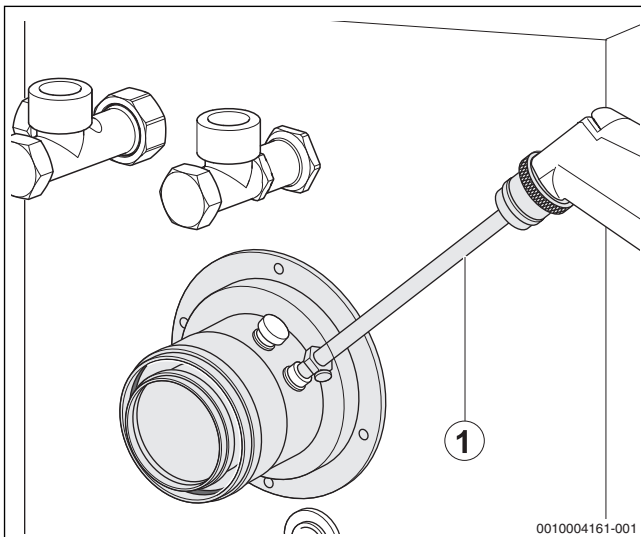

Bild 53 Messwerte aufnehmen
- ▶ Messfühler durch die Messöffnung (→ Bild 53, Seite 30) im Abgasrohr in den Kernstrom halten und CO₂-Gehalt kontrollieren.